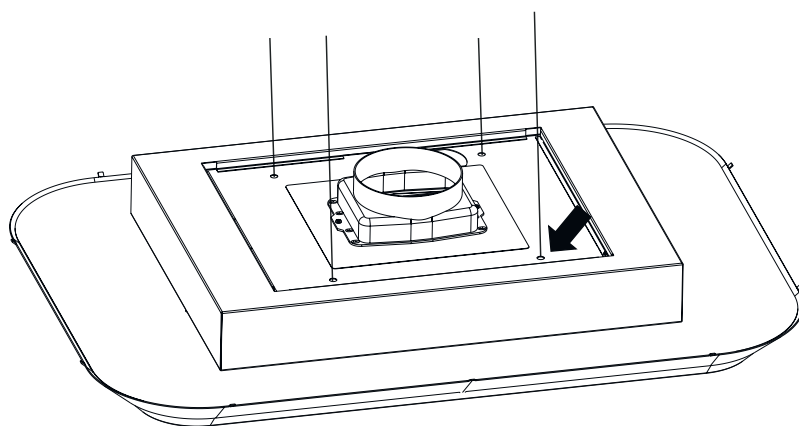

Fig. 11
6. ➔ Skub nu stålwirene igennem fra toppen og ned i emhætten igennem sikkerhedslåsen (Fig. 11).